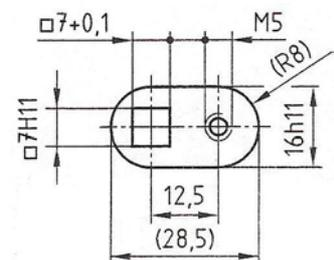

Abb.6: Exzenter (Pos.9)
26) In Abb.6 ist der Exzenter verkleinert und fehlerhaft bemaßt dargestellt. Kennzeichne und erkläre jeden der drei Bemaßungsfehler.